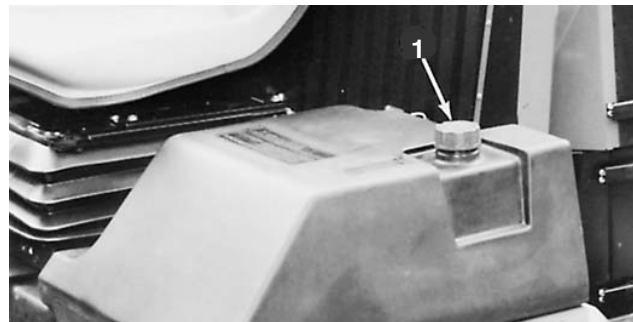

Bild 11
1. Nehmen Sie den Tankdeckel ab (Bild 11).